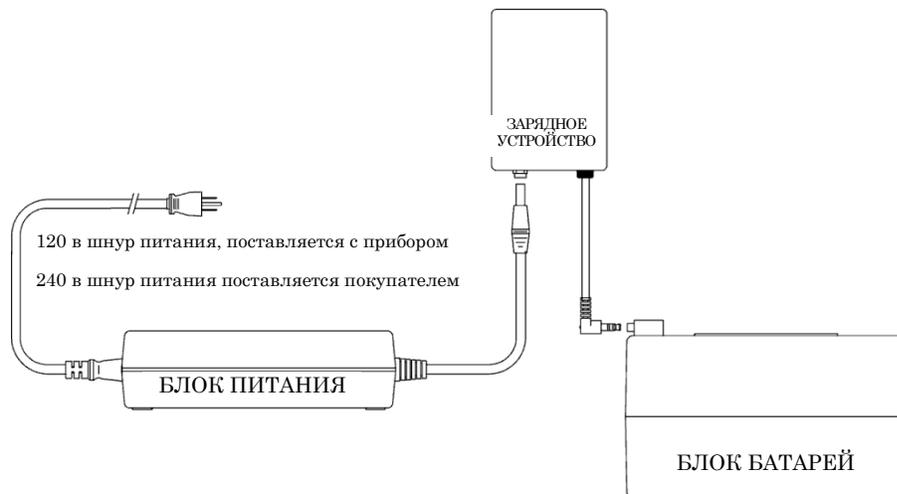

Рис. 4-1. Зарядка блока батарей
2. Подсоедините источник питания, кабель питания и зарядное устройство, как показано на рис. 4-1. Вставьте штекер зарядного устройства в гнездо блока батарей.